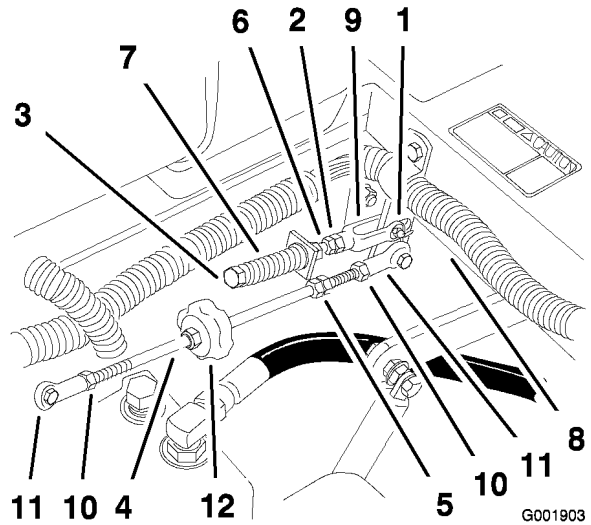

Figura 70
10. Apriete la tuerca y la contratuercas (Figura 70).